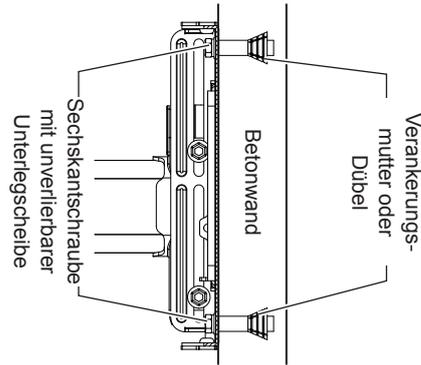

Abb. 5
- Bei Installation an einer Betonwand (Abb. 5)